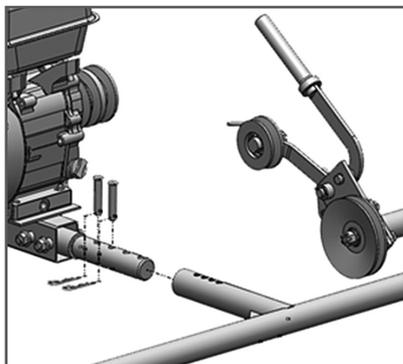

Рис. 5 Соединение косилки с удлинителем
2. Соединить косилку с удлинителем (Рис.5) при помощи двух пальцев 10*50 и шплинтов